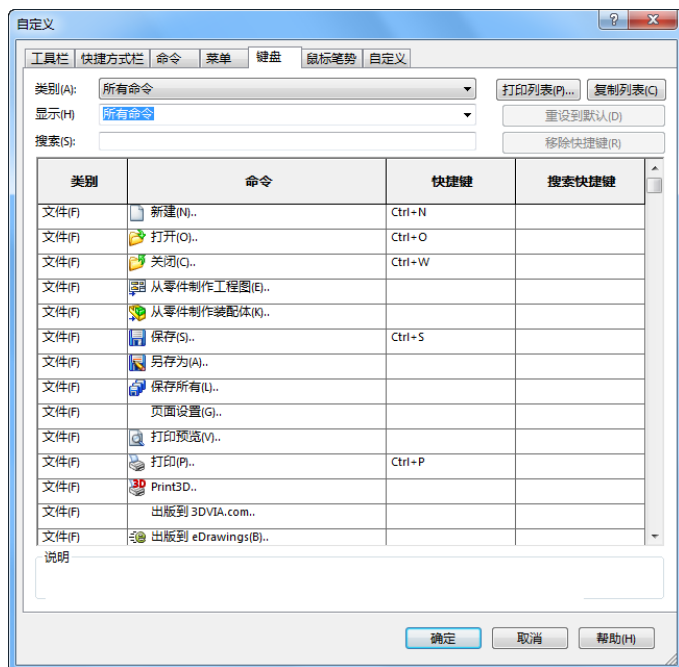

图 1-24 “自定义”对话框
2. 设置快捷键。选择对话框中的“键盘”标签，此时会出现如图1-24所示的“键盘”标签的类别和命令选项。